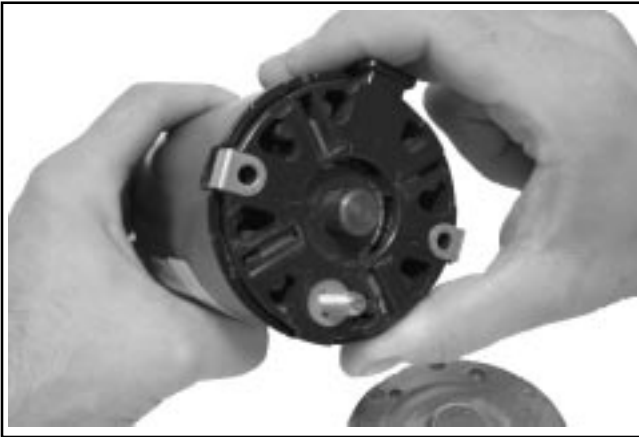

Figure 7-17. Dépose du support de balais.
3. Retirer le capuchon d'extrémité du commutateur et sortir le support de balais du châssis. Voir la Figure 7-17.